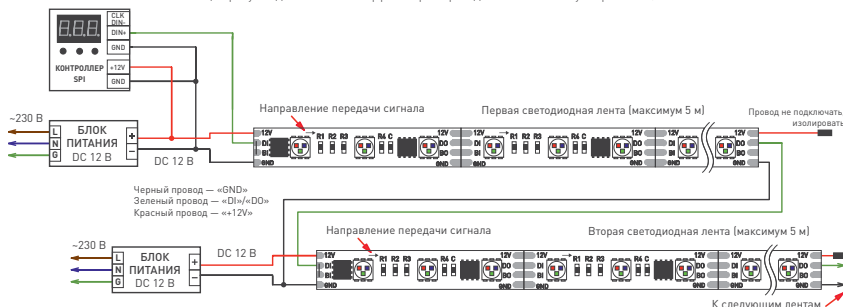

Рис. 2. Схема подключения ленты при управлении от внешнего контроллера
- Подключите ленту в соответствии с выбранной схемой (рис. 1 или рис. 2), соблюдая полярность и маркировку проводов. При подключении лент и соединении отрезков учитывайте направление передачи цифрового сигнала, указанное стрелкой на ленте. Вход сигнала управления имеет обозначение «DI», выход — «DO». Для подключения используйте коннекторы из комплекта поставки. Руководствуйтесь маркировкой, нанесенной на ленту (см. таблицу), маркировкой на контроллере и информацией, приведенной на рис. 3 и рис. 4.
- Подключите ленту согласно используемой схеме (рис. 1 или рис. 2), соблюдая полярность.